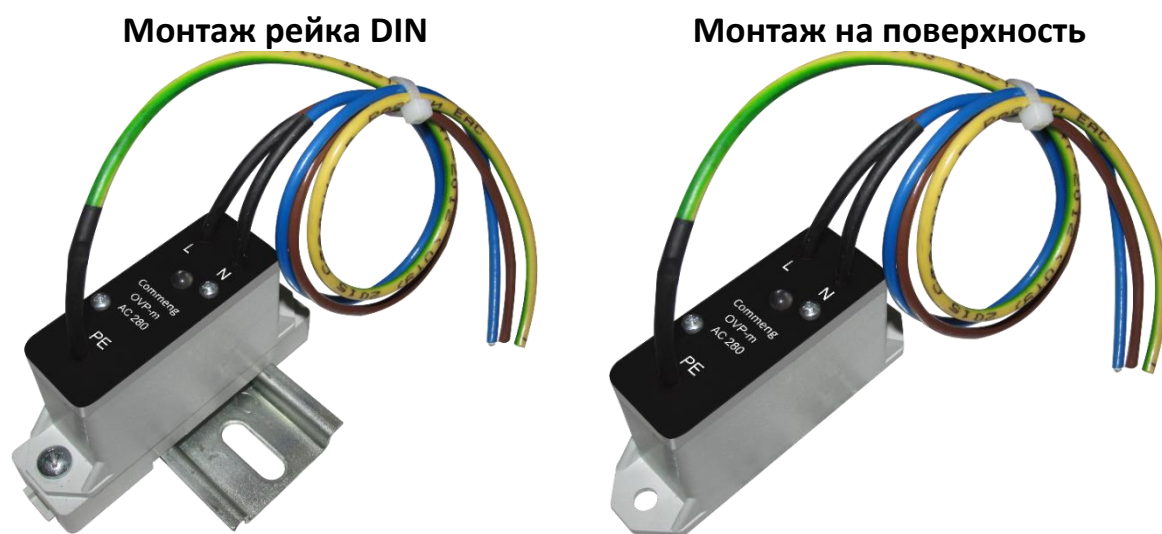
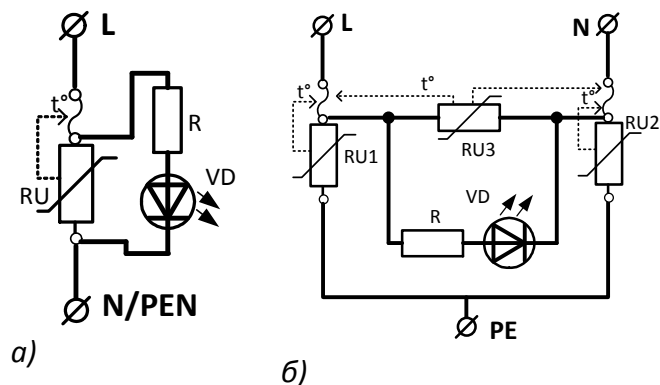

Рисунок 1. Внешний вид УЗИП Commeng OVP-m AC
Рисунок 2. Электрические схемы **OVP-m AC 280**
1. По умолчанию местный визуальный контроль состояния УЗИП **OVP-m AC**. При котором светодиодный индикатор VD (см. рис. 2) расположен на лицевой панели (см. рис. 1 и 4) позволяет определить, не произошло ли аварийного отключения варистора.